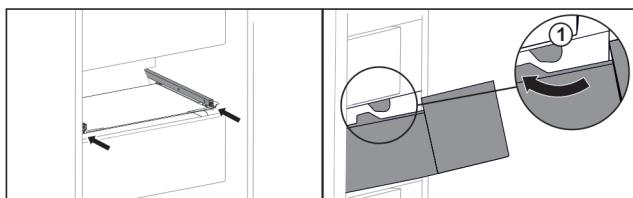

Fig. 149
- Обвести висувний ящик навколо стопора Fig. 149 (1).